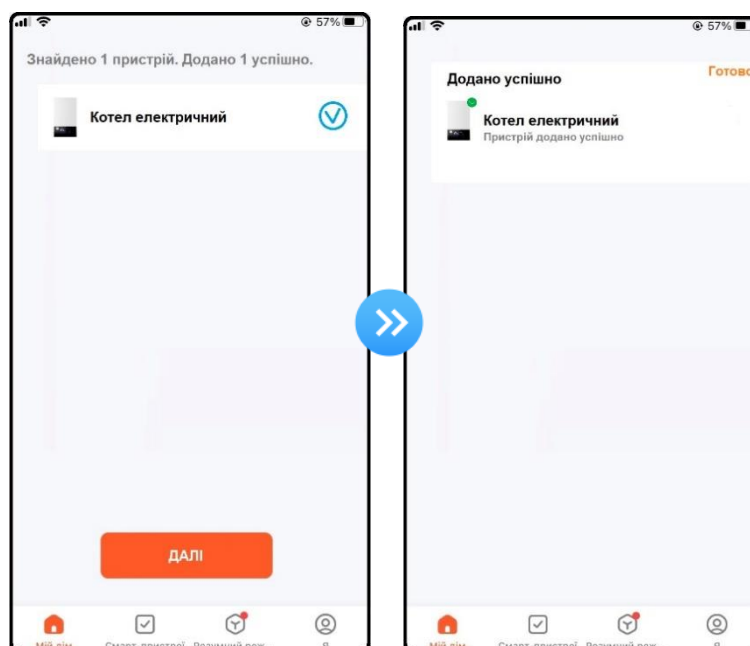

Рисунок 25
9. Знайти зображення електричного котла, а потім натиснути на його зображення, щоб безпосередньо увійти в стан підключення пристрою. Інтерфейс користувача виглядає наступним чином (рис.25):